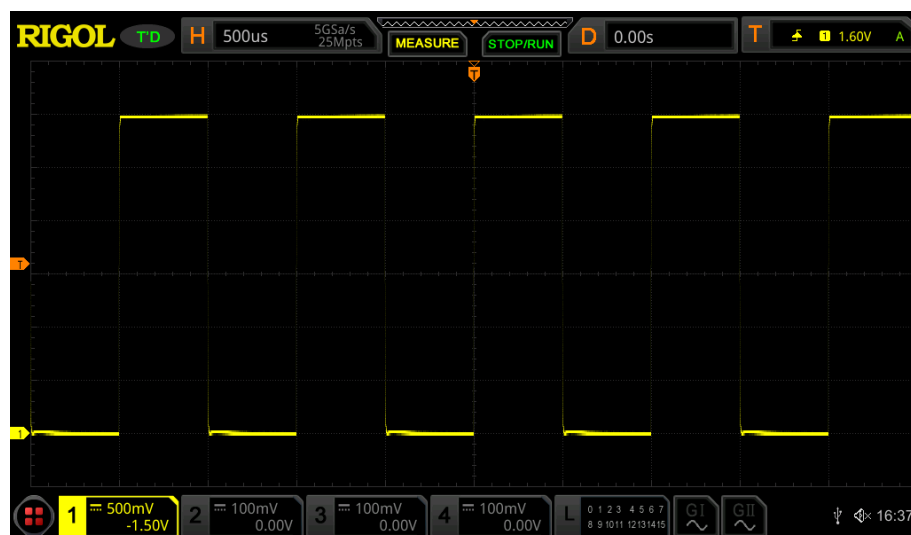

图 7.8 方波信号
5. 观察示波器显示屏上的波形，正常情况下应显示 图 7.8 所示的方波信号。